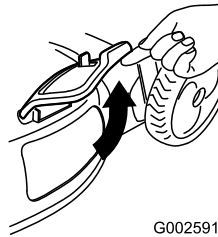

Figure 34
2. Lift open the side discharge door (Figure 34).